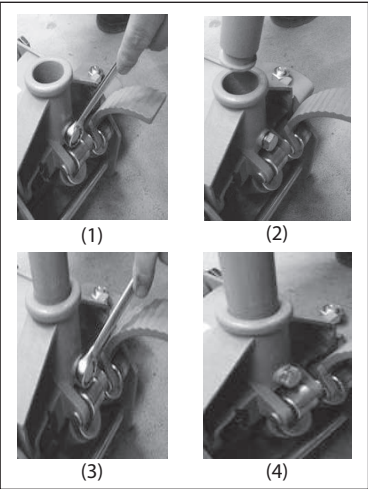

Fig. 04
- Befestigen Sie nun die Hebelstange an der Hebeeinrichtung. Lösen Sie hierfür die Sechskantschraube SW17 an der Aufnahme der Hebeeinrichtung (Fig.04(1)), und führen Sie die Hebelstange in die Aufnahme (Fig.04(2)) und drehen Sie die Schraube wieder an (Fig.04(3/4)).